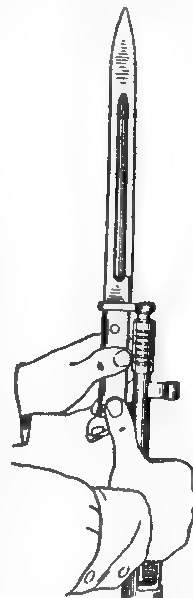

Рис. 73. Примыкание штыка
1. Примыкание штыка: вынуть штык из ножны, поставить винтовку прикладом на землю, мушкой вправо, правой рукой обхватить газовую камеру, удерживая левой рукой штык за рукоятку, надеть его пазом головки рукоятки на нижний выступ надульника, большим пальцем правой руки (рис. 73) нажать на защелку рукоятки штыка, левой рукой подать штык вниз доотказа, направляя при этом отверстие упора рукоятки на втулку надульника.